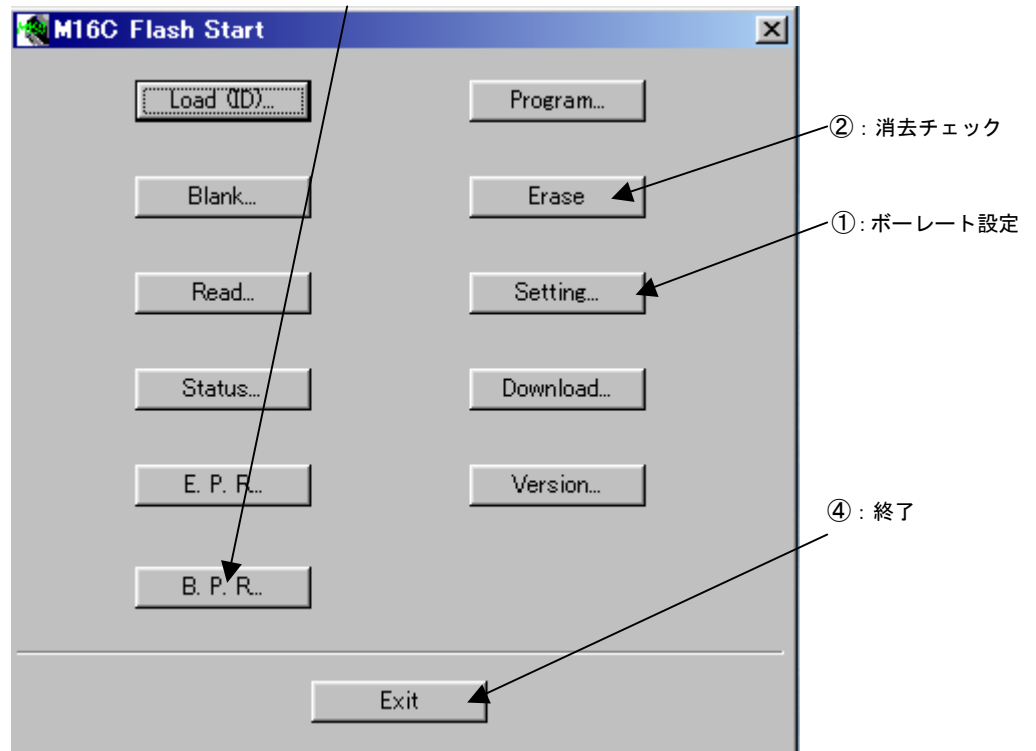

図33 「M16C flash Write」ウインドウ
- ④ 図33で示される「M16C flash Write」ウインドウが表示します。
③：ブランクチェック、書込み、ベリファイ
- ⑩ 最後に、図33で示される「M16C flash Write」ウインドウから「Exit」ボタンを押して下さい。